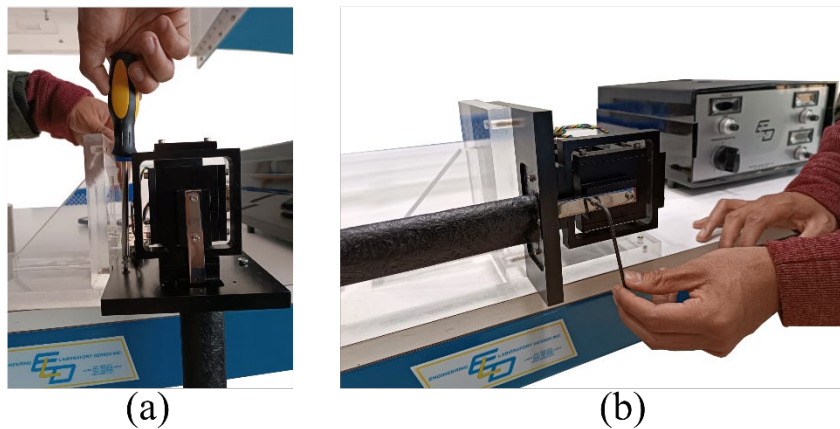

Figura 2
- i. El primer paso para la calibración del dinamómetro es asegurarse que el túnel está detenido para poder desmontar el dinamómetro de su base en la sección de pruebas. Una vez que esta desmontado habrá que montarlo con los tornillos¹ en el accesorio de fijación como se ve en la Figura 2(a) en alguna de las dos posiciones ya que el dinamómetro es de dos componentes: el arrastre (drag, Figura 2(b) y la sustentación (lift, Figura 2(a) y sujetar con tornillos el soporte para el objeto de prueba como se ve en la figura 2(b)
- ii. Conecte el cable de alimentación (interlock) a una toma de corriente de 127V AC Figura 2(a) y conecte sin atornillar el cable del dinamómetro entre el dinamómetro y la unidad de medición en el puerto D correspondiente Figura 2 (b)